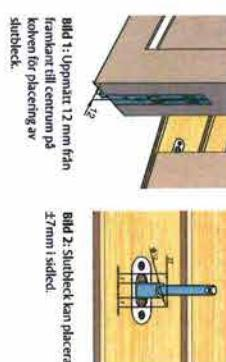

Bild 1: Uppmätt 12 mm från
- Markera ut centrumpunkten för koven i underkant och häller överkant på karmen. Det görs smidigast genom att först markera centrum för stoppen i framkant och sedan mäta ut avståndet till centrum på koven enligt mät B i tabellen samt bild 1.